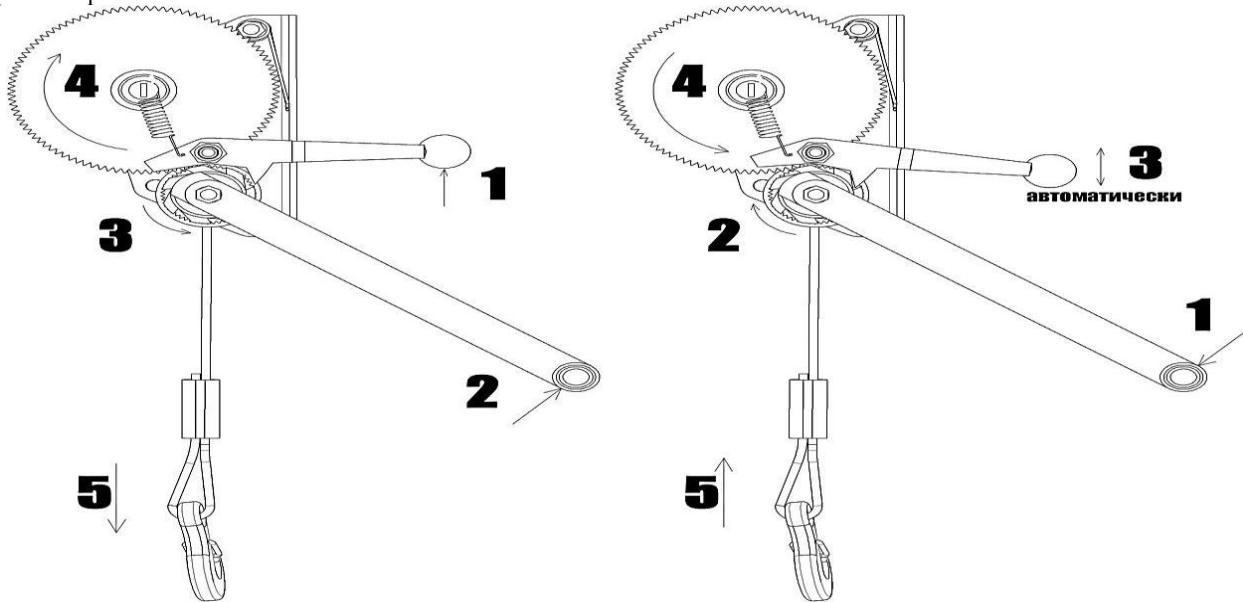

Рис. 6 Опускание и подъем.
8. Работа с лебедкой (рис. 6). Данные приведены для того случая, когда **дополнительный блок не используется** и канат подходит к барабану снизу, чтобы уменьшить опрокидывающий момент, действующий на лебедку.
лялся при вращении рукоятки против часовой стрелки (см. рис.6). При холостой размотке троса необходимо подтягивать и направлять его рукой даже с учетом того, что лебедка оснащена механизмом натяжения каната.